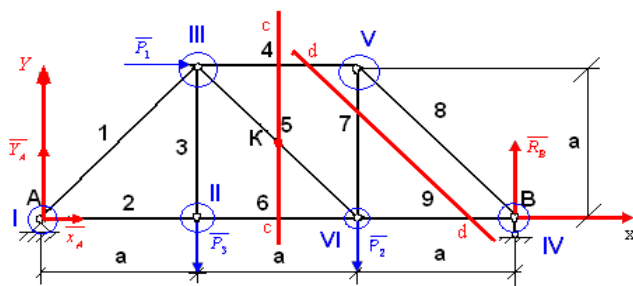
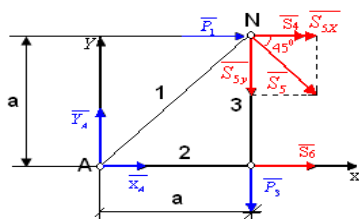
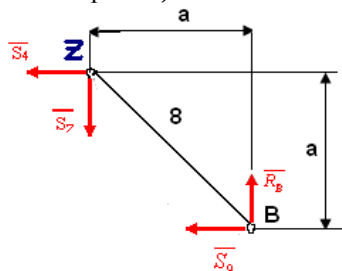

Рис. 77
Рис. 84
Рис. 85
2. Определение реакций опор А и В (т.е. уравновесить ферму внешне) – рис. 77.
Освобождаем ферму от связей, заменяя их действие соответствующими силами реакции: $\overline{X_A}$, $\overline{Y_A}$ – две составляющие реакции неподвижной шарнирной опоры А; $\overline{R_B}$ – реакция опорного стержня В (направлена вдоль стержня) – рис. 77.
Знак «-» в значении реакции $\overline{X}_A$ указывает на то, что она направлена противоположно, чем показано на рис. 77, чтобы обеспечить равновесие полученной плоской произвольной системы сил.
Введем следующую нумерацию узлов и стержней фермы (узлы обозначены римскими, а стержни – арабскими цифрами) – рис. 77.
Вырезаем сначала узел I, в котором сходятся только 2 стержня с неизвестными усилиями. Усилия в стержне обозначим соответственно через $\overline{S}_1, \overline{S}_2, \dots, \overline{S}_9$. Действия перерезанных стержней 1 и 2 заменим усилиями $\overline{S}_1$ и $\overline{S}_2$, направленные от узла, предполагая, что все стержни растянуты – рис. 77. Силы, действующие на узел I, образуют плоскую систему сходящихся сил, поэтому можно составить уравнения равновесия.
Для стержней 5 и 6 сечение С-С (рис. 77). Рассматриваем равновесие левой от сечения С-С части фермы – рис. 84. Действие рассеченных стержней 4, 5, 6 заменяем их внутренними усилиями S_4 , S_5 , S_6 соответственно, направленными по стержням от узлов, предполагая, что стержни растянуты. Для полученной плоской произвольной системы сил можно составить 3 уравнения равновесия. Точка Риттера – это моментная точка.
Для определения внутреннего усилия в стержне 9 мысленно рассекаем ферму сечением d-d (рис. 77) и рассматриваем равновесие правой от сечения части фермы – рис. 85.